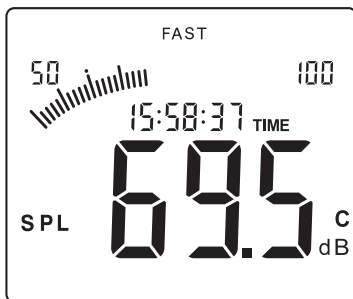

Figura 15
2. Pressione uma vez a tecla " $\frac{A/C}{CLEAR}$ " para alternar entre a ponderação de frequência **A (dBA)** para **C (dBC)**. O display será exibido conforme ilustrado na Figura 15.